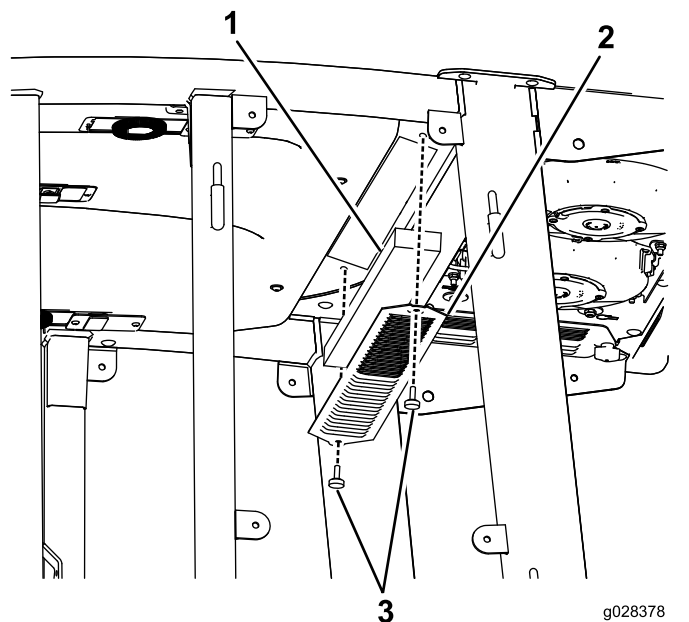
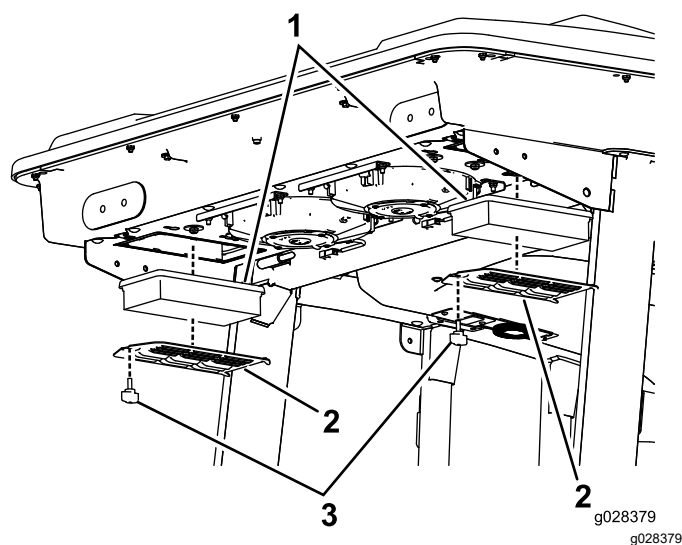
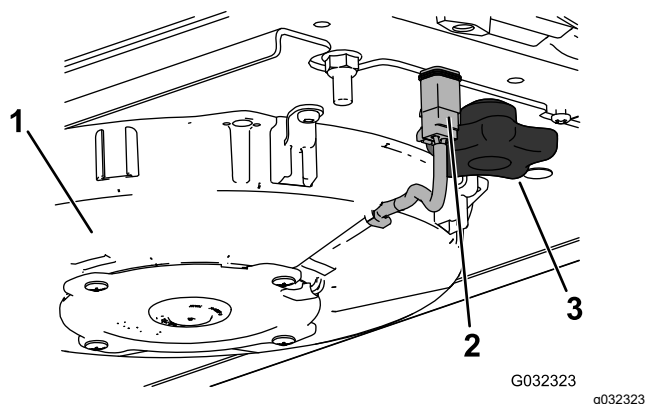
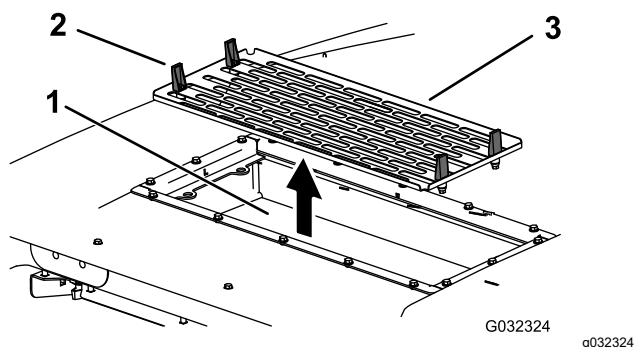

Рисунок 93
Рисунок 94
Рисунок 96
Рисунок 97
1. Выверните винты и снимите решетки у салонного и заднего воздушных фильтров кабины (Рисунок 93 и Рисунок 94).
4. Снимите воздушные фильтры (см. Рисунок 94).
6. Установите воздушные фильтры, сетку и вентилятор в сборе (Рисунок 94, Рисунок 96 и Рисунок 97).
7. Подсоедините провод к каждому вентилятору (Рисунок 96).